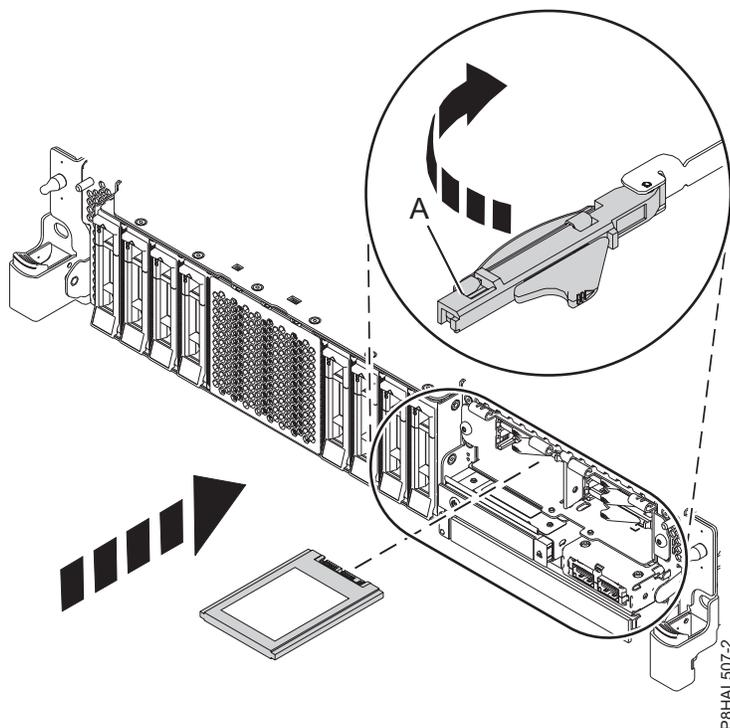

Figura 80. Sustitución de una SSD en un sistema de función ampliada
15. Con el asa de la bahía de unidad SSD (**A**) en la posición de desbloqueo, tire de la palanca hacia afuera para acceder a los rieles de guía de la ranura de SSD. Sostenga la SSD por la parte inferior mientras la alinea con los rieles de guía de la ranura de SSD. Consulte la Figura 80 en la página 86.
20. Bloquee la unidad girando el asa de la bahía (**A**) en la dirección que se muestra en la Figura 80 en la página 86.